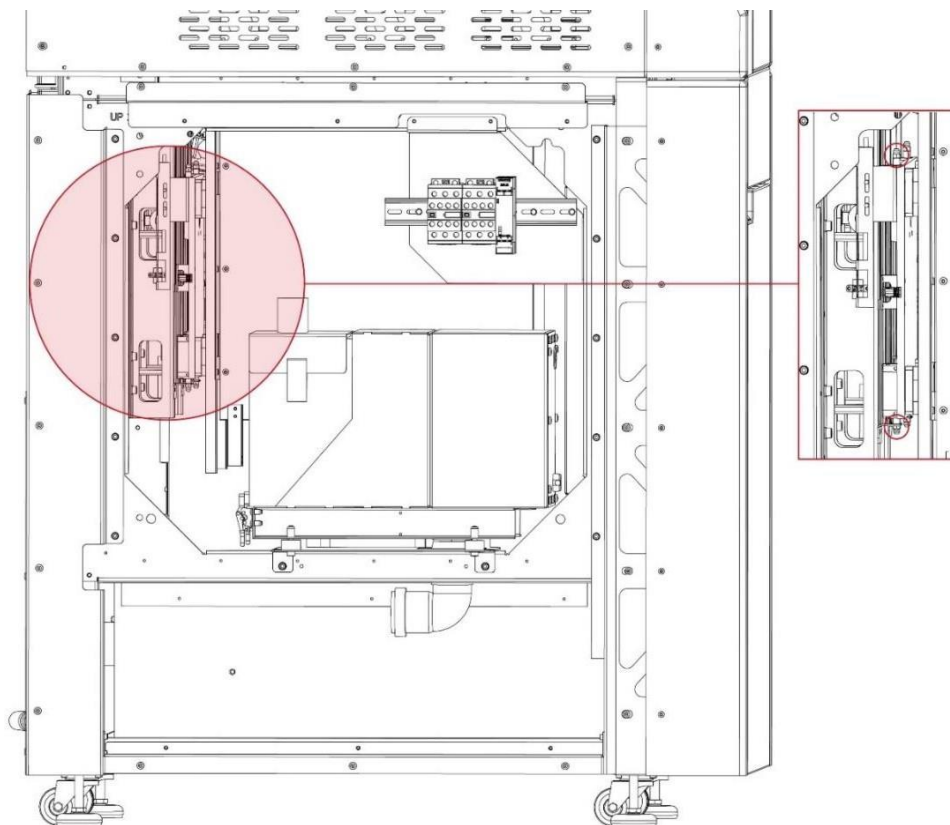

Рис. 97. Месторасположение смазочных ниппелей - вид сбоку.
6. Найти смазочные ниппели, как показано на рис. 97
Расположение смазочных ниппелей показано на рис. 97.